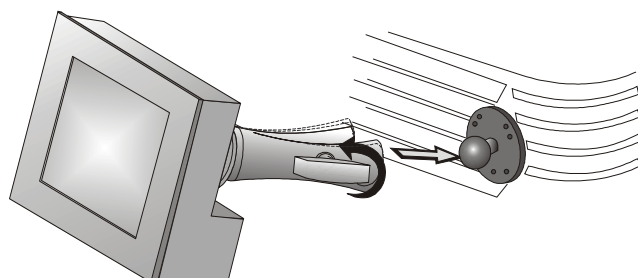

Abbildung 2-7
1. Lösen Sie den Befestigungsarm so weit, dass das Ende über den Gelenksockel passt, der sich an der Rückseite des Projektors befindet. **Abbildung 2-7**